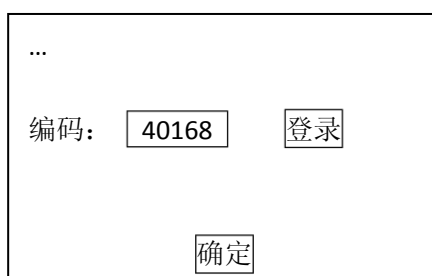

图 3-8
- 5) 选择【11 安全登录】，输入登录号：40168，按【登录】执行操作。如图 3-8；